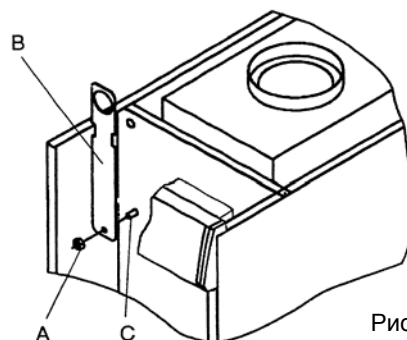

Рис. 2.10
- отвинтите гайку A верхнего переднего болта (рис. 2.10);
- поставьте одну из проушин B на болт C (рис. 2.10.);
- привинтите на место гайку A (рис. 2.10);